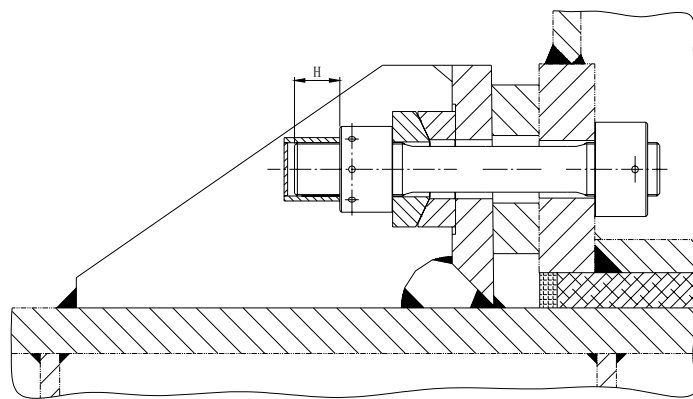

图 3 主机安装图
a) 外端部螺母必须按照《主机安装图》进行调整（如图 3）。